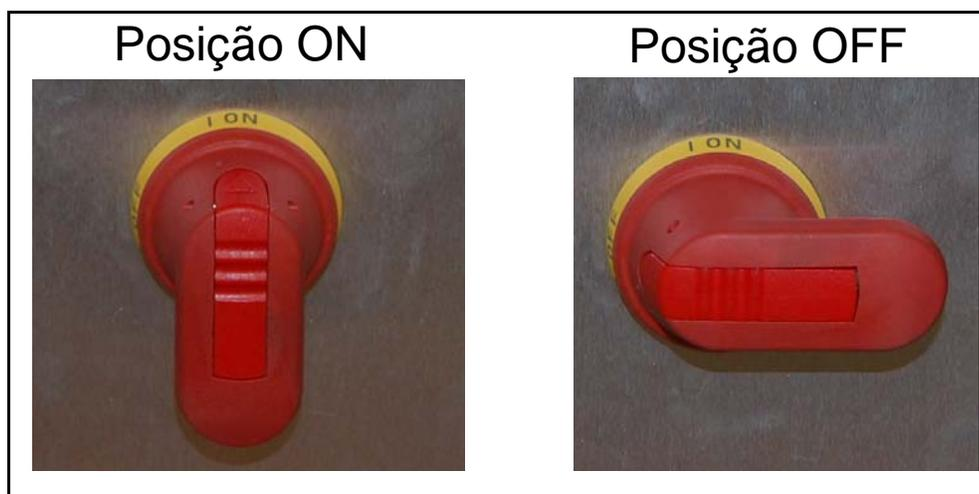

Figura 2-13: Alavanca do Interruptor de Desconexão Principal
7. Gire a alavanca vermelha do interruptor de desconexão principal para a posição OFF (consulte Figura 2-13).